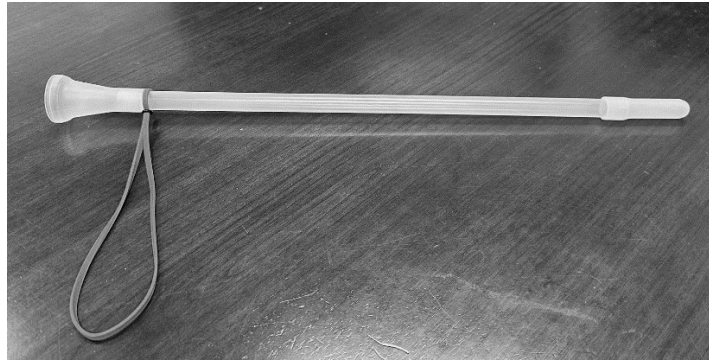

Fig. 7.5
4. L'utilisation de PatCom Scope Mate est fortement recommandée pour éviter l'enroulement et tout dommage possible ainsi que pour prévenir la contamination croisée lors du transport de l'endoscope vers le site de nettoyage et de désinfection. (voir la figure 7.5)